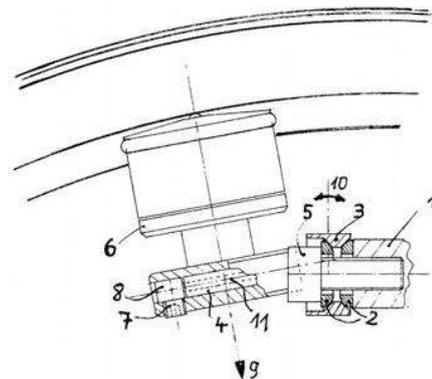

Figure 1 : vue en coupe du générateur et de l'adaptateur pour socle cantilever.
Avec un angle d'inclinaison de 11°, cet adaptateur (voir figure 1) est conçu pour la géométrie de fourche habituelle des roues de 26" et 28". Au lieu du bossage de frein avant gauche, il peut également être monté sur le bossage de frein arrière droit sur de nombreux vélos. Les étapes de montage sont identiques :
- 1) Retirez le boulon M6 (5 sur la figure 1) qui maintient le frein sur son socle (1).
- 2) Assurez-vous que les côtés convexes des rondelles sphériques (2) sont en contact avec l'adaptateur. Placez l'adaptateur (3) horizontalement sans le générateur devant la base de manière à ce que le tube (4) soit tourné vers l'avant et serrez légèrement. **Attention** : assurez-vous que la vis M6 est vissée d'au moins cinq tours/filets dans le filetage de base, sinon le fonctionnement sûr du frein sera compromis.
- 4) Réglage de la hauteur : Poussez le générateur (6) sur le tube avec les câbles de connexion pointant vers l'extérieur et tournez l'adaptateur jusqu'à ce que le joint torique de la dynamo se trouve approximativement au milieu de la jante.
- 5) Réglage latéral : n'est pas possible avec cet adaptateur et normalement pas nécessaire, car les socles de frein ont une distance standardisée. Seulement dans le cas de jantes extrêmement étroites, de flancs de jante inclinés ou de conceptions spéciales divergentes, il peut être nécessaire de monter le générateur "dans le sens inverse" afin qu'il se rapproche de la jante. Dans ce cas, les câbles de connexion sont dirigés vers la roue. La vis sans tête (7) est déplacée de manière à ne jamais appuyer sur le tube en laiton (4) mais toujours sur la tête en acier inoxydable (8).
- 6) Réglage de l'angle : l'axe de rotation du générateur (9) doit couper avec précision l'axe de la roue afin d'éviter les frottements et l'usure. L'adaptateur peut à cet effet être pivoté (10) dans son support rotule.
- 7) Serrage : Retirez le générateur et maintenez l'adaptateur dans sa position optimale, puis serrez avec une clé plate de 15mm. Le couple de serrage de la vis à six pans creux M6 est de 6Nm. Ajustez la pression de contact : Laissez le levier de commande en position ouverte (levier perpendiculaire à l'adaptateur), graissez le tube en laiton et l'alésage du boîtier et poussez le générateur sur le tube jusqu'à la butée. Faites pivoter le générateur jusqu'à ce que la distance entre le joint torique et la jante soit de 2mm. Dans cette position, serrez provisoirement la vis sans tête M4 (7) contre la tête en acier inoxydable (8).
- 8) Vérifiez la pression de contact : Pivotez le levier de commande hors de son encoche et enclenchez-le en position fermée. Le ressort de torsion (11) doit maintenant presser le générateur contre la jante avec une pré-tension clairement perceptible et une rotation tout en douceur : ce que vous pouvez vérifier en le soulevant plusieurs fois de quelques millimètres de la jante et en le laissant retomber.